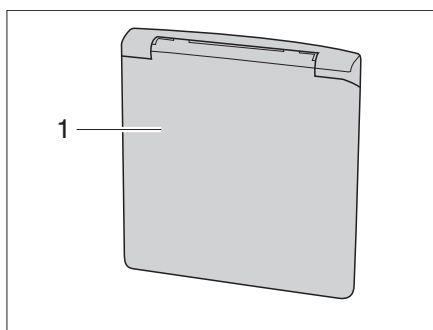

Figura 4 Trampa para conexión 230 V
**Abrir:** ■ Trampa exterior (Figura 4,1) engazar abajo y girar hacia arriba.